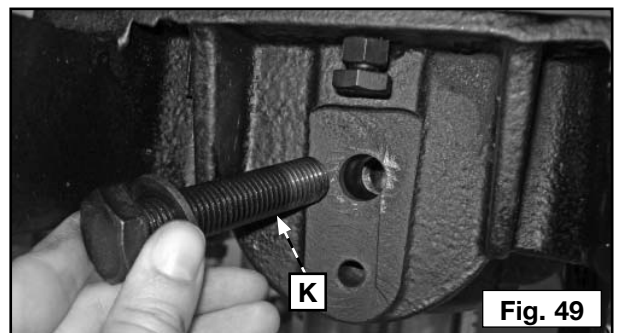
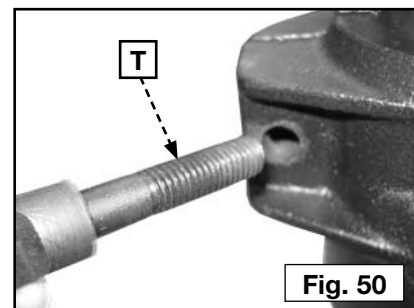

Fig. 49
Fig. 50
Occasionnellement, retirez le boulon de fixation de l'articulation (K), fig. 49, et le boulon de fixation de table (T), fig. 50, puis éliminez toute poussière ou autre contaminant. Assurez-vous aussi de nettoyer toute poussière ou autre contaminant du trou à l'aide d'une petite brosse (comme une vieille brosse à dents).